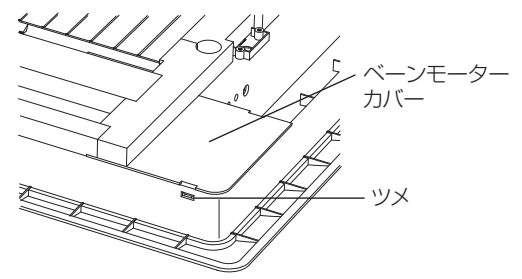
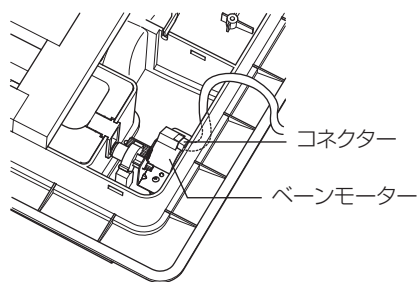

図18-2
図18-3
- 1) 固定するベーンのベーンモーターカバーを外します。(図18-2、図18-3)